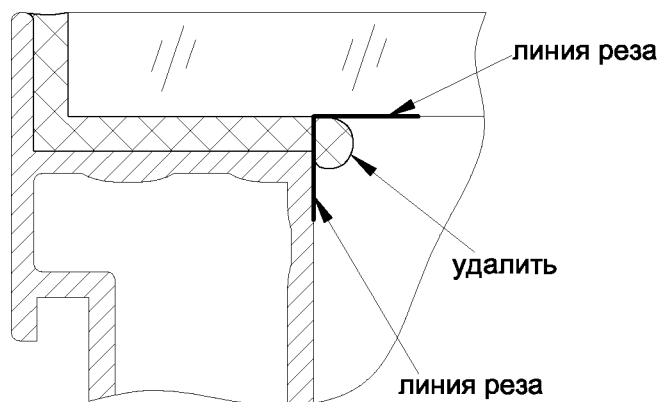

Рис.5
5. После вулканизации герметика произвести очистку профиля и стекол . Излишки герметика снизу створок подрезать ножом или лезвием . Рез выдавленного герметика делается в двух местах - вдоль стекла и вдоль профиля створки . (Рис.5).